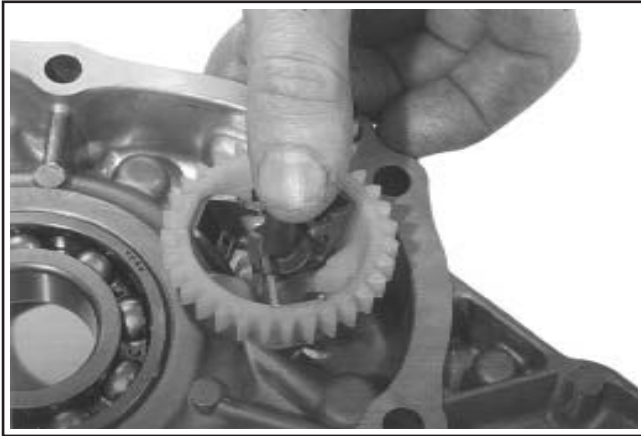

Figure 10-21. Installation de l'ensemble de l'engrenage du régulateur.
3. Relever l'engrenage sur l'arbre suffisamment haut pour poser l'autre rondelle de butée et la goupille de régulation du régulateur sous les doigts extérieurs des volants. Voir la figure 10-21.